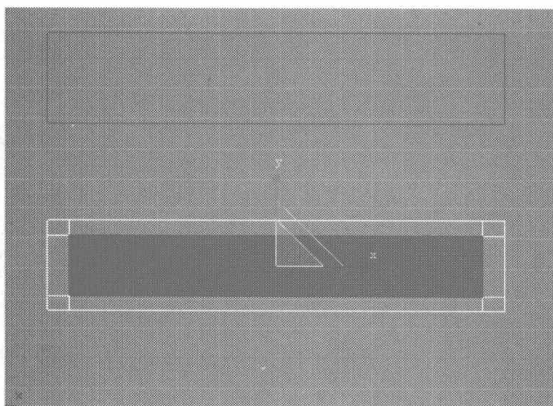
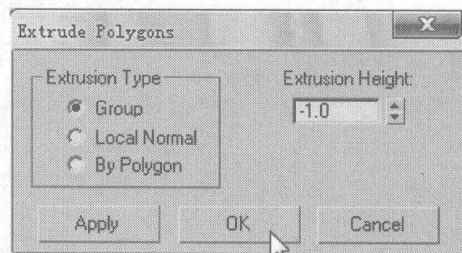
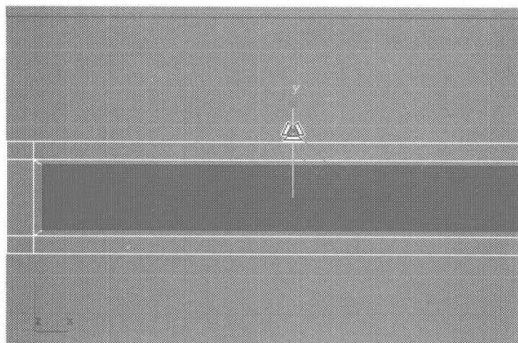

图 6.389
图 6.390
图 6.391
- 22 单击  按钮，切换为面编辑，在 Top 视图中选择如图 6.389 所示的面，在 Edit Polygons 卷展栏中单击 **Extrude** 右侧的小按钮，在弹出的对话框中设置挤压参数，如图 6.390 所示，并再用缩放工具缩放挤压后的面，如图 6.391 所示；然后再对其进行同等参数的挤压。